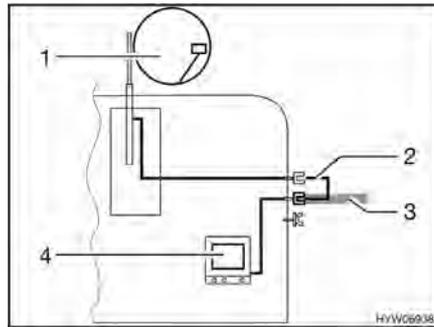

Fig. 119 TV nel veicolo
- TV nel veicolo (Fig. 119,4): Collegamento all'antenna del tetto (Fig. 119,1) con cavo di collegamento (Fig. 119,2)
- TV nel veicolo (Fig. 119,4): Collegamento a antenna esterna (Fig. 119,3)